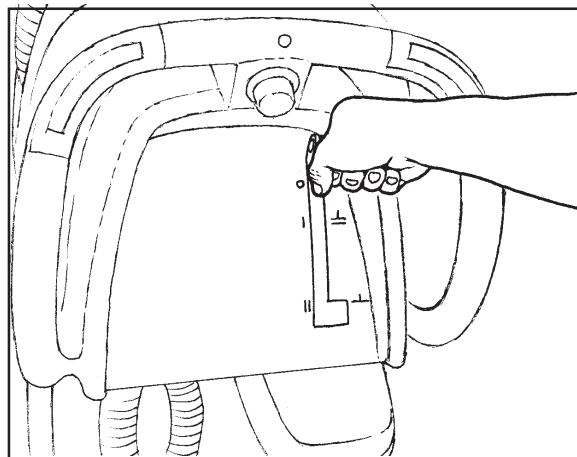

Рисунок 26
2. Чтобы поднять швабру, поднимите рычаг вверх (смотрите рис. 26.)